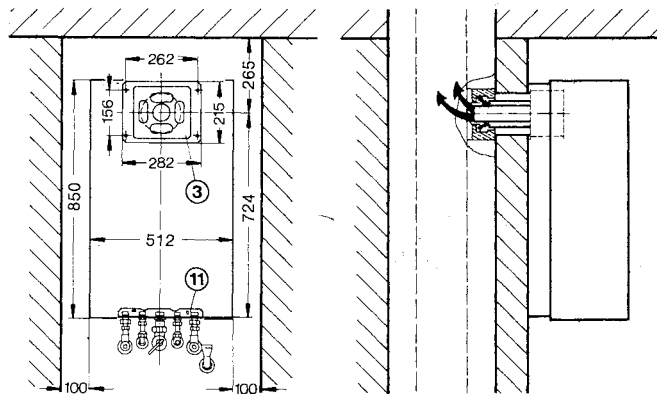

Bild 7 Ansicht Gerät mit hinterem Anschluß
Um den Abgaskasten (3) (Bild 7) montieren zu können, muß der komplette Anschlußstein (7) vorhanden sein. Als Ummantelung (8) des Schornsteins kann ein Mauerwerk 11,5 cm stark angeordnet sein. Die Mindestabstände der Bohrung zur Decke und zur angrenzenden Seitenwand sind aus Bild 7 zu entnehmen und sind bauseits einzuhalten.
Tabelle 1 zeigt die Rohabmessungen des Schornsteins. Der Planer hat darauf zu achten, daß ein Seitenabstand eingehalten wird (siehe Bild 7 und 1 a).
Die zugeschnittenen Rohre sind auf das entsprechende Innenrohr aufzusetzen und das Abgasrohr (1) und Frischluftrohr (6) an der Kaminseite mit der beiliegenden Dichtungspaste zu bestreichen. Beide Rohre müssen an der Kaminseite absolut dicht angebracht sein. Lage des Abgaskastens (3) an der Vormauerung anzeichnen. Vier Löcher 10 mm ϕ bohren. Beiliegende Stahldübel und Schrauben M 6 x 50 verwenden und Abgaskasten befestigen, siehe Bild 7.